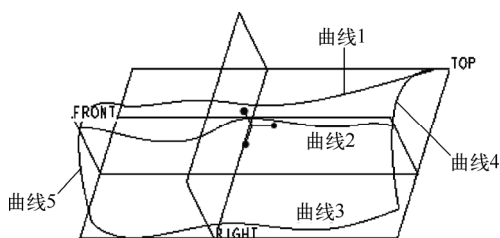

图 7-9 文件中的原始曲线
1) 单击 (打开) 按钮, 弹出“文件打开”对话框。从随书光盘中的“CH7”文件夹中选择“bc_7_bjhh2.prt”文件, 单击“打开”按钮。该文件中的原始曲线如图 7-9 所示。